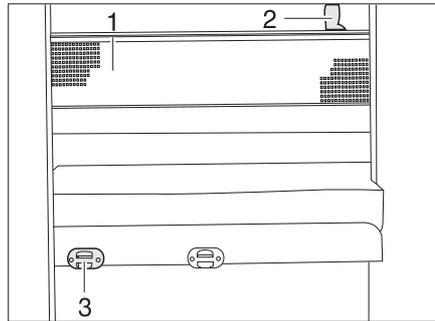

Bild 131 Sicherungsnetz
- Die Aufstiegsleiter mit den Holmen in die Halterung (Bild 131,3) an der Blende einhängen.
Das Sicherungsnetz (Bild 131,1) ist serienmäßig zwischen Matratze und Lattenrost verstaut. Das Sicherungsnetz erst aufspannen, wenn sich die Person bereits im Bett befindet.
- Die Haltebänder (Bild 131,2) in die Halterungen an der Decke einrasten.